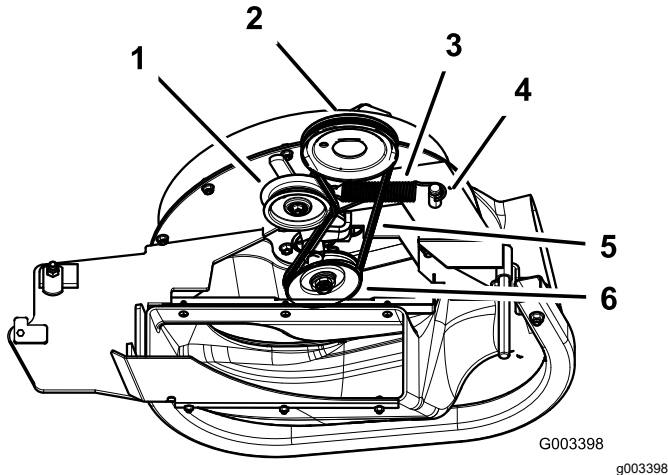

Bild 42
3. Ziehen Sie an der gefederten Spannscheibe, um die Riemenspannung zu lösen (Bild 42).
5. Verlegen Sie einen neuen Riemen um die Gebläseriemenscheiben und die Mähwerkriemenscheibe (Bild 42).
7. Ziehen Sie die gefederte Spannscheibe zurück und verlegen den Riemen auf der gefederten Spannscheibe (Bild 42).